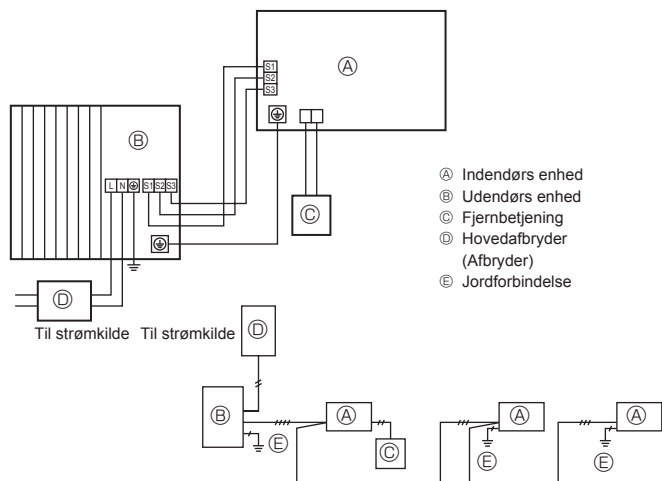

Fig. 6-1
### 6.1. Udendørs enhed (Fig. 6-1, Fig. 6-2)
- ① Afmonter servicepanelet.
- ② Før kablerne som angivet i Fig. 6-1 og Fig. 6-2.